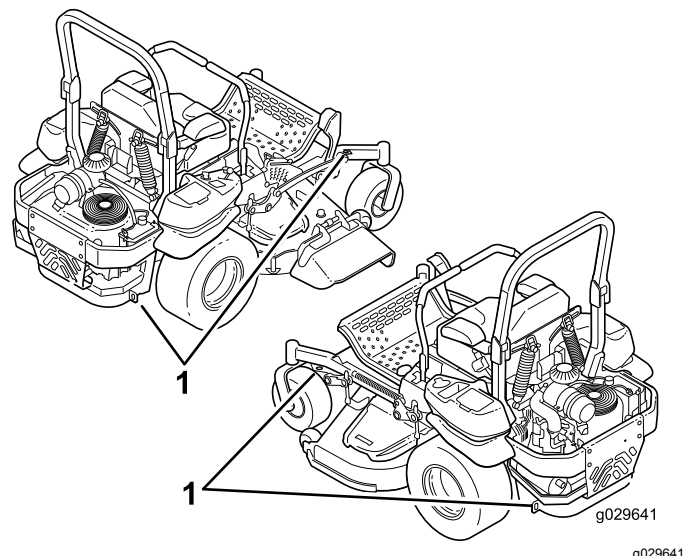

Figura 41
5. Utilice los puntos de amarre metálicos de la máquina para sujetar la máquina firmemente al remolque o al camión con correas, cadenas, cables o cuerdas (Figura 41).